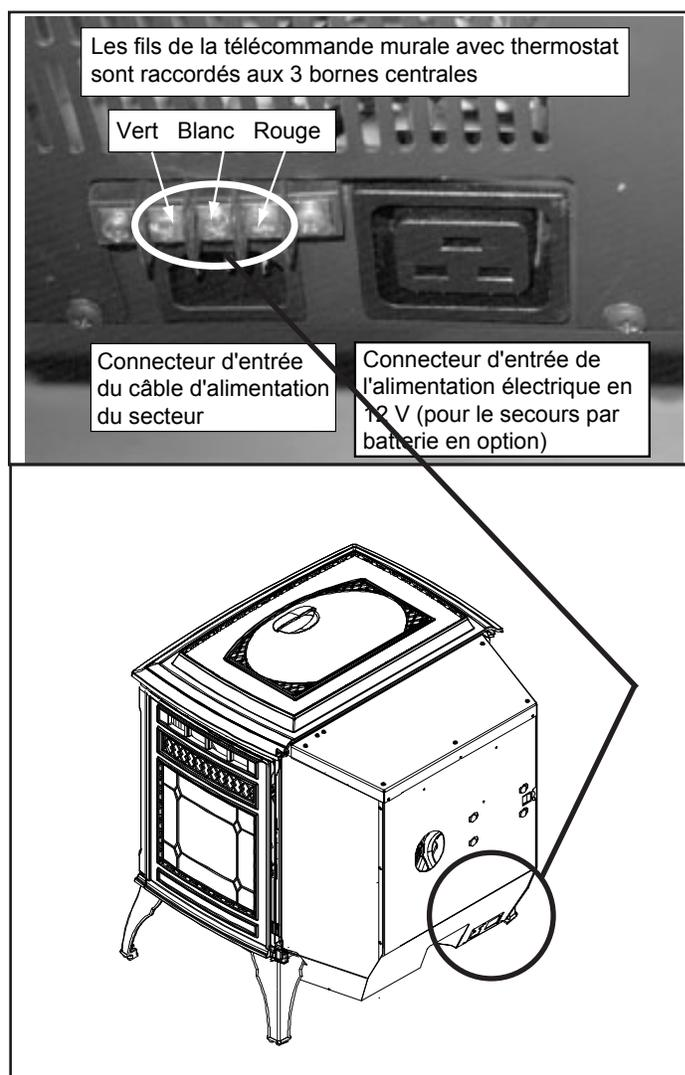

Figure 22.2
2. Il y a un bornier à 5 vis derrière le côté en fonte gauche de l'appareil. Retirez le côté gauche pour faciliter l'accès. Les 3 vis du centre sont destinées aux fils de la télécommande murale avec thermostat et les 2 vis aux extrémités sont des vis de fixation et ne doivent pas être utilisées pour raccorder des fils. Les fils du thermostat ont des couleurs différentes selon leur fonction. Le fil vert doit être connecté à gauche, le fil blanc au milieu et le fil rouge à droite. **Figure 22.2.**